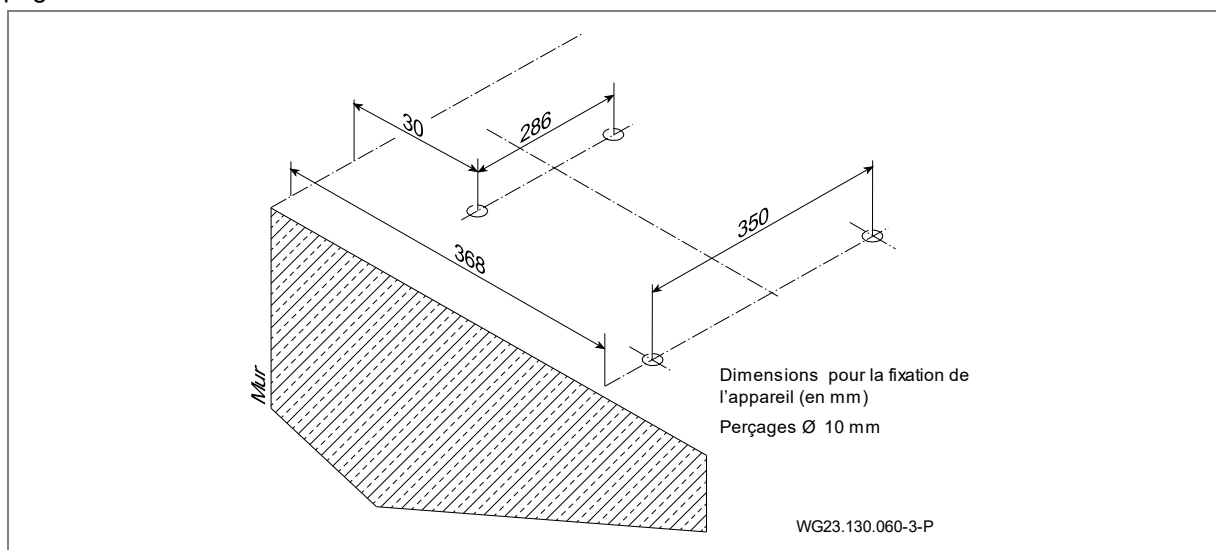
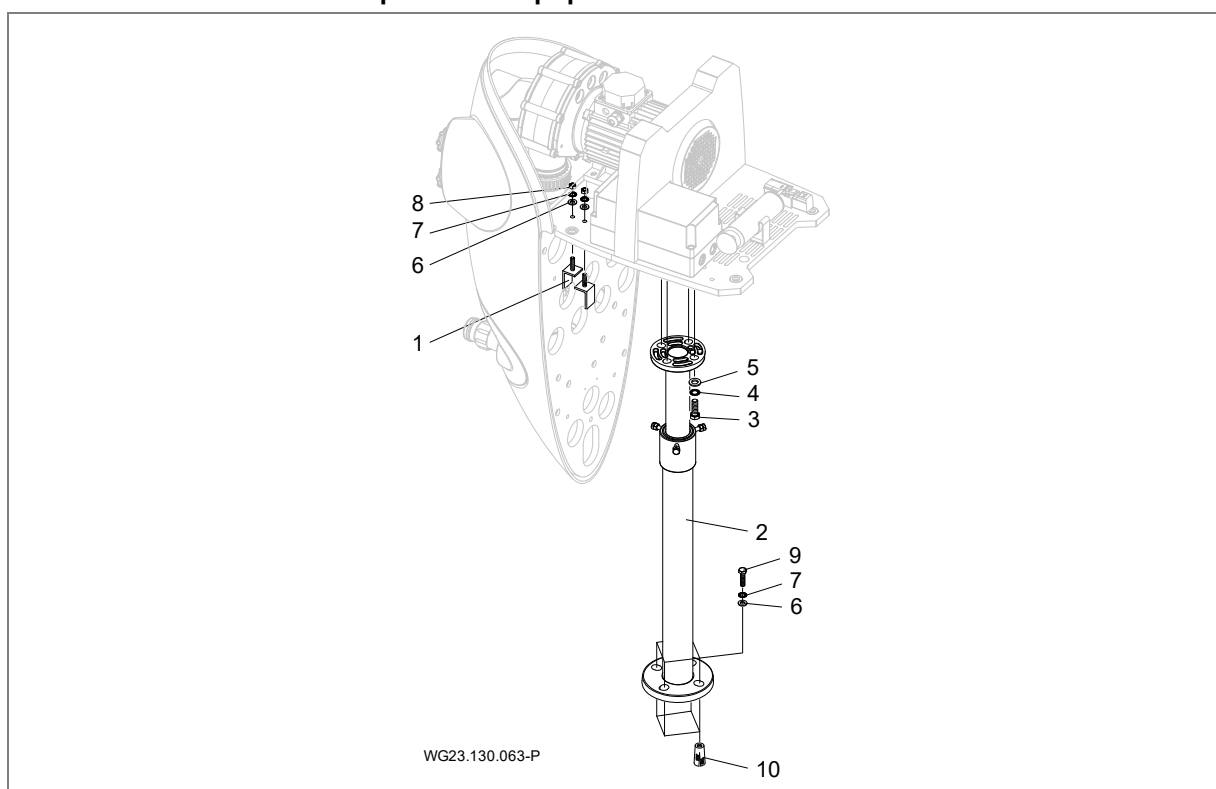
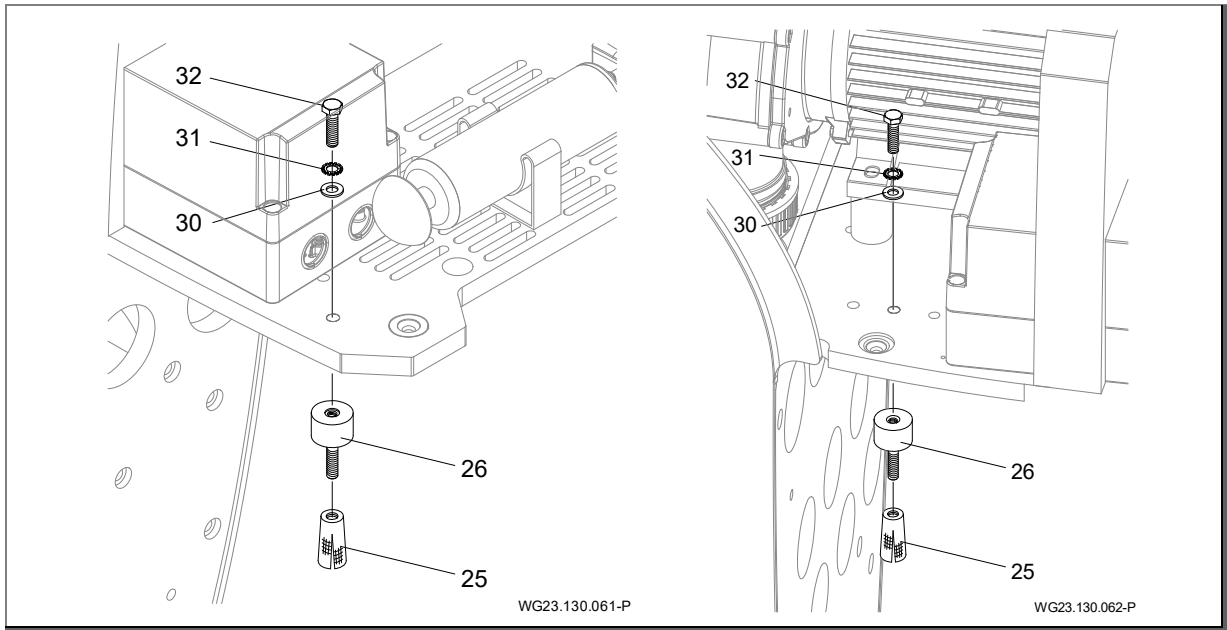

Fig. 42
Fig. 43
Fig. 44
- Choisir le lieu d'implantation de l'appareil et préparer l'installation en fonction des instructions de la "Fig. 42", page 77. Lorsque l'appareil est destiné à être installé sur une piscine hors sol, ne pas omettre d'installer le support télescopique. Voir "Fig. 43", page 77.
- Soulever l'appareil et percer des trous de Ø 10 mm aux endroits marqués précédemment. Voir "Fig. 42", page 77.
- Introduire les chevilles à expansion en laiton (25) visser les coussinets anti oscillation (26). Voir "Fig. 44", page 78.
- Placer l'installation sur les coussinets en caoutchouc et fixer à l'aide des vis hexagonales (32) avec les rondelles dentelées (31) les rondelles (30). Voir "Fig. 43" et "Fig. 44", page 78.